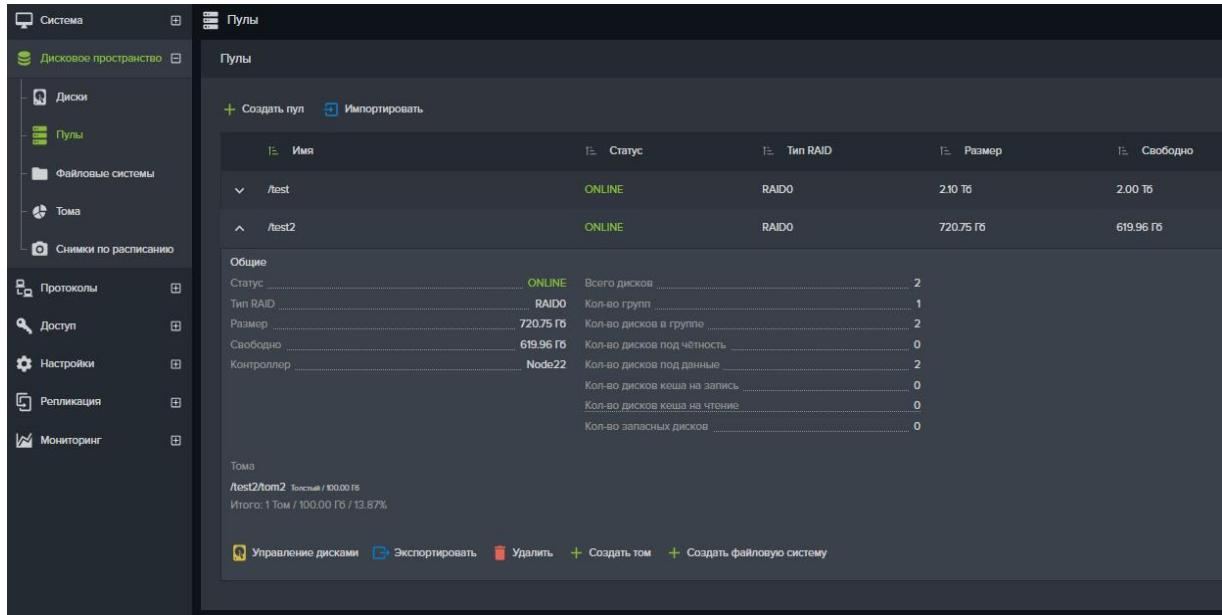

Рисунок 39. Удаление пула
3. Нажмите на кнопку «**Удалить**» (см. Рисунок 39);